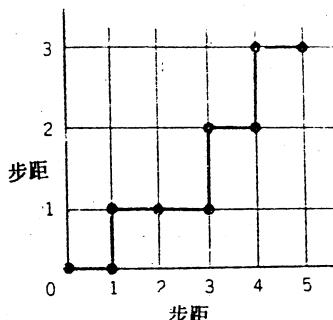

图 2 第2种脉冲输出方法
(2) 一边对两轴的脉冲进行计数,一边驱动两个电机,对电机进行通/断控制。如图 2 所示。